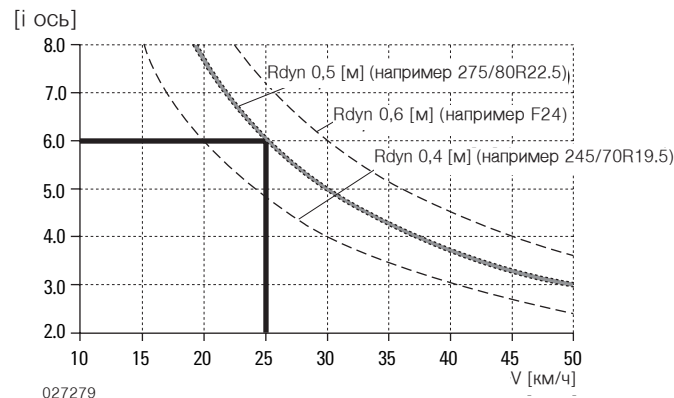

Рис. 8
- макс. допустимая скорость буксировки определяется в зависимости от передаточного отношения осей и размера шин по диаграмме (Рис. 8).